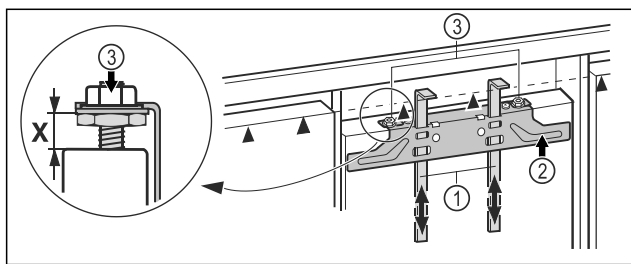

Fig. 42
- ▶ Spingere verso l'alto gli ausili di montaggio Fig. 42 (1) all'altezza della porta del mobile. Il bordo di arresto inferiore ▲ dell'ausilio di montaggio = al bordo superiore della porta del mobile da montare.
- ▶ Svitare la traversa di fissaggio Fig. 42 (2) mediante i controdadi Fig. 42 (3).